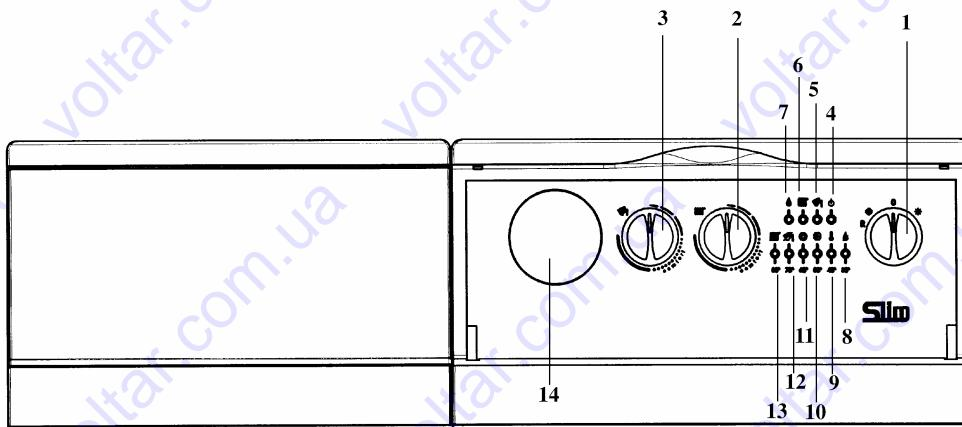

Рис. 1: Панель управления котла
- установить переключатель режимов «лето - зима» (рис. 1, позиция 1) в нужный режим;
- установить регулятор температуры воды в системе отопления (рис.1, позиция 2) на нужное значение;
- установить регулятор температуры воды в бойлере (рис.1, позиция 3) на нужное значение;
Режим работы в системе ГВС может быть исключен путем установки регулятора температуры воды в бойлере (рис.1, позиция 3) на минимальное значение, необходимое для защиты бойлера от замерзания.
Режим работы в системе ГВС можно исключить, установив ручку (рис.1, позиция 3) в положение минимума, что соответствует работе бойлера в режиме "антизаморозки".
Важная информация: при переключателе режимов «лето - зима» (рис. 1, позиция 1), установленном в положении «зима» , перед каждым очередным включением котла по сигналу регулятора системы отопления установлена задержка на несколько минут (для того чтобы избежать частых включений/выключений). Для того чтобы горелка включилась сразу, переведите переключатель в положение (0), а затем снова установите режим «зима».
- установить переключатель режимов лето-зима (рис.1, позиция 1), в положение "лето";
- установить регулятор температуры воды в бойлере (рис.1, позиция 3) на нужное значение.
Внимание! При первом включении внутри трубы подачи газа могут образоваться воздушные пробки. В таких случаях горелка не будет включаться и произойдет блокировка котла по газу (загорается красная лампочка блокировки котла - рис. 1, позиция 8). При возникновении данной проблемы повторите процесс включения котла до поступления газа в горелку, кратковременно установив перед включением переключатель режимов (рис. 1, позиция 1) в положение R (сброс).
Данное устройство может быть снабжено комнатным термостатом для контроля температуры отапливаемого помещения. В этом случае регулятор температуры воды в системе отопления (рис.1, поз. 2) устанавливается в максимальное положение, а сигналы на включение и выключение котла поступают от комнатного термостата.
При отсутствии комнатного термостата температура помещения регулируетсякосвенным образом при помощи регулятора температуры воды в системе отопления (рис.1, поз. 2); при таких условиях насос системы отопления работает постоянно. Для увеличения температуры повернуть регулятор по часовой стрелке, для уменьшения - против часовой стрелки.
- Установить переключатель режимов (рис. 1, поз. 1) в положение «лето» ☀. В этом случае котел будет работать только на контур ГВС.
- Установить переключатель режимов (рис. 1, поз. 1) в положение (0), проследив, чтобы лампочка-индикатор (рис. 1, позиция 2) погасла; таким образом прекращается подача электричества на котел.
Регулятор температуры воды в бойлере (рис. 1, поз. 3) может использоваться только при наличии накопительного бойлера. В этом случае возможно отрегулировать температуру воды контура ГВС, установив регулятор на нужное значение.
Приоритет ГВС можно отключить установив регулятор (рис. 1, поз. 3) на минимальное значение в соответствии с функцией защиты от замерзания воды в бойлере.
- переключатель режимов (рис.1, позиция 1) не установлен в положение (0);
Если Вы не хотите нагревать воду в бойлере, переведите регулятор температуры горячей воды (рис.1, позиция 3) на минимальное значение (0); электронная система управления проследит за тем, чтобы температура не опускалась ниже 5°C.